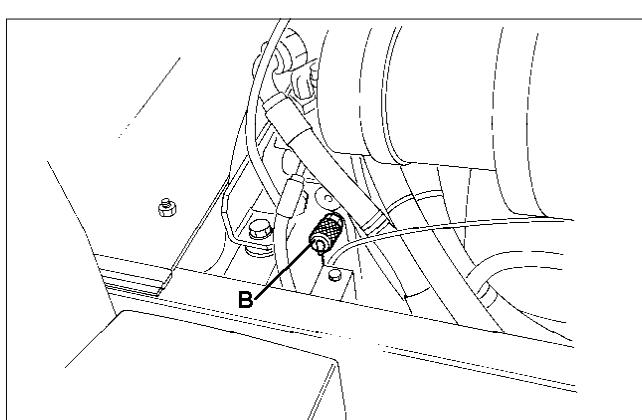

Fig.53
2. Fahrantriebsdruck rückwärts 210 bar (B Bild 53).
2. Pressione di trasmissione retromarcia 210 bar (B Fig. 53).